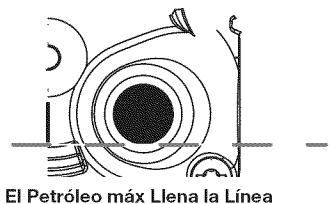

Fig. 18
- La mirada en el petróleo llena hoyo, utiliza una linterna si necesitado. El petróleo debe estar tocando apenas las interiores la mayoría de los hilos (Fig. 18).
- Si el nivel de aceite no está tocando la rosca más interior del agujero de llenar aceite, añada una pequeña cantidad al agujero de llenar aceite y vuelva a comprobar (Fig. 18). Repita este procedimiento hasta que el nivel de aceite alcance la rosca más interna del agujero de llenar aceite.